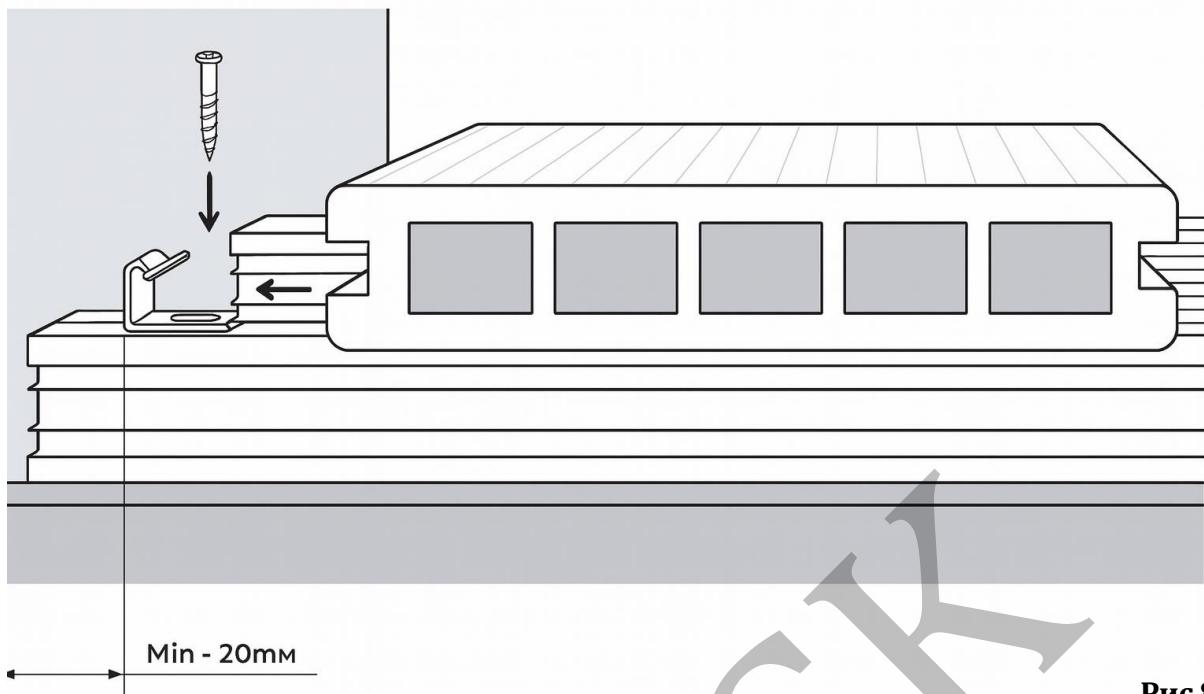

Рис.8
1. Выполняют крепление стартовых кляймеров на опорные лаги с помощью саморезов по металлу с потайной головкой без предварительного сверления. Террасная доска **SinoDeck** обязательно должна крепиться кляймерами к каждой опорной лаге (рис. 8).